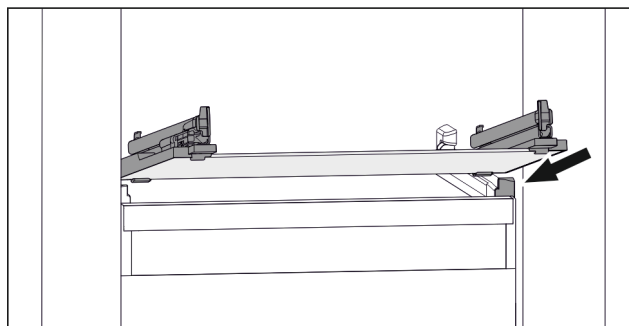

Fig. 99 Примерное отображение стеклянной пластины
- ▶ Наклоняя вниз, установите стеклянную пластину за стопоры. (см. Fig. 99)